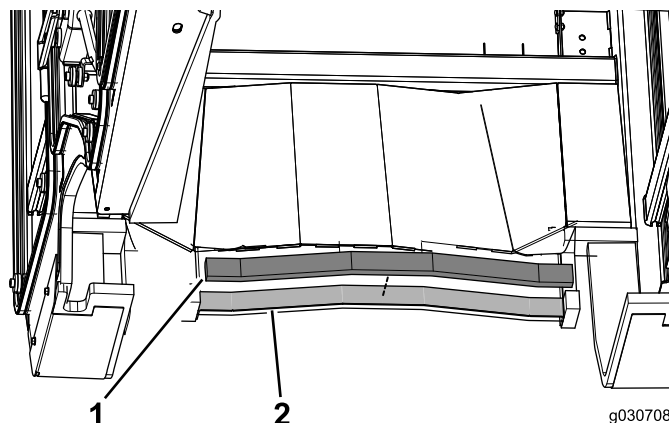

Bild 15
- Bringen Sie die hintere Schaumstoffdichtung hinten an der Kabine an (Bild 15).